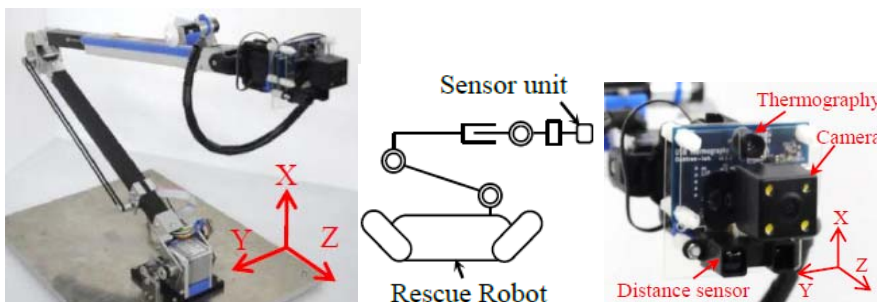

図1 マニピュレータ外観、マニピュレータ搭載レスキューロボット概略図、及びセンサユニット外観(外観寸法:56.3×59.1×51.0 mm)
- マニピュレータの先端に装着した赤外線距離センサから得られる奥行情報をもとに、温度測定位置の推定を行い、小型サーモグラフィモジュールを利用して広範囲な温度分布図を作成し、熱源を特定する方法を採用した(図1)。